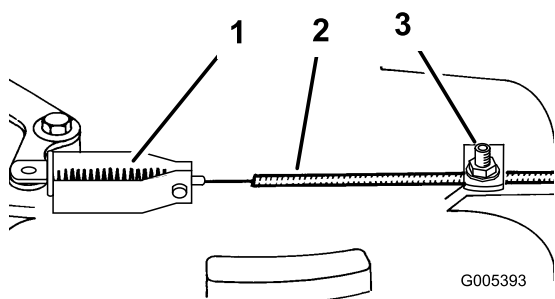

Figura 32
3. Afloje el tornillo de la abrazadera hasta que se deslice el conducto del cable del freno (Figura 32).